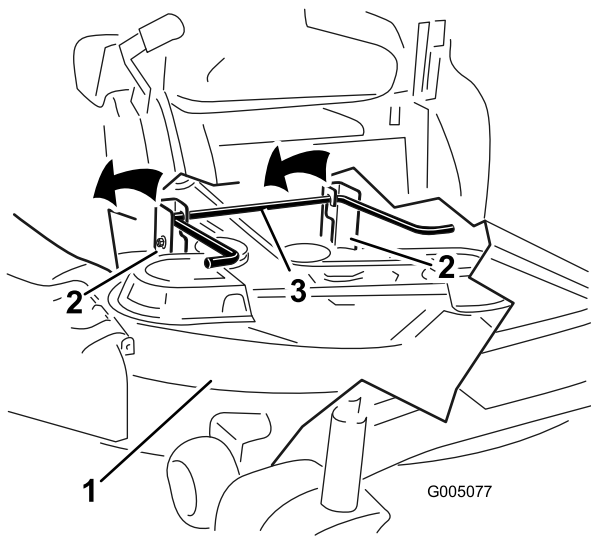

Figura 55
5. Usando las asas de la carcasa de corte, eleve la carcasa de corte y separe ésta y las pletinas de suspensión de la varilla de elevación trasera; luego baje el cortacésped con cuidado al suelo (Figura 55 y Figura 56).
5. Eleve la parte trasera de la carcasa de corte y coloque las pletinas de suspensión sobre la varilla de elevación trasera (Figura 55).